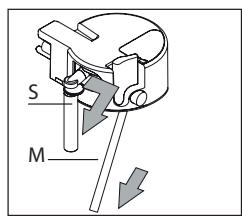

Fig. 45
- Sfilare il tubo erogazione e il tubo di pescaggio (Fig. 45).